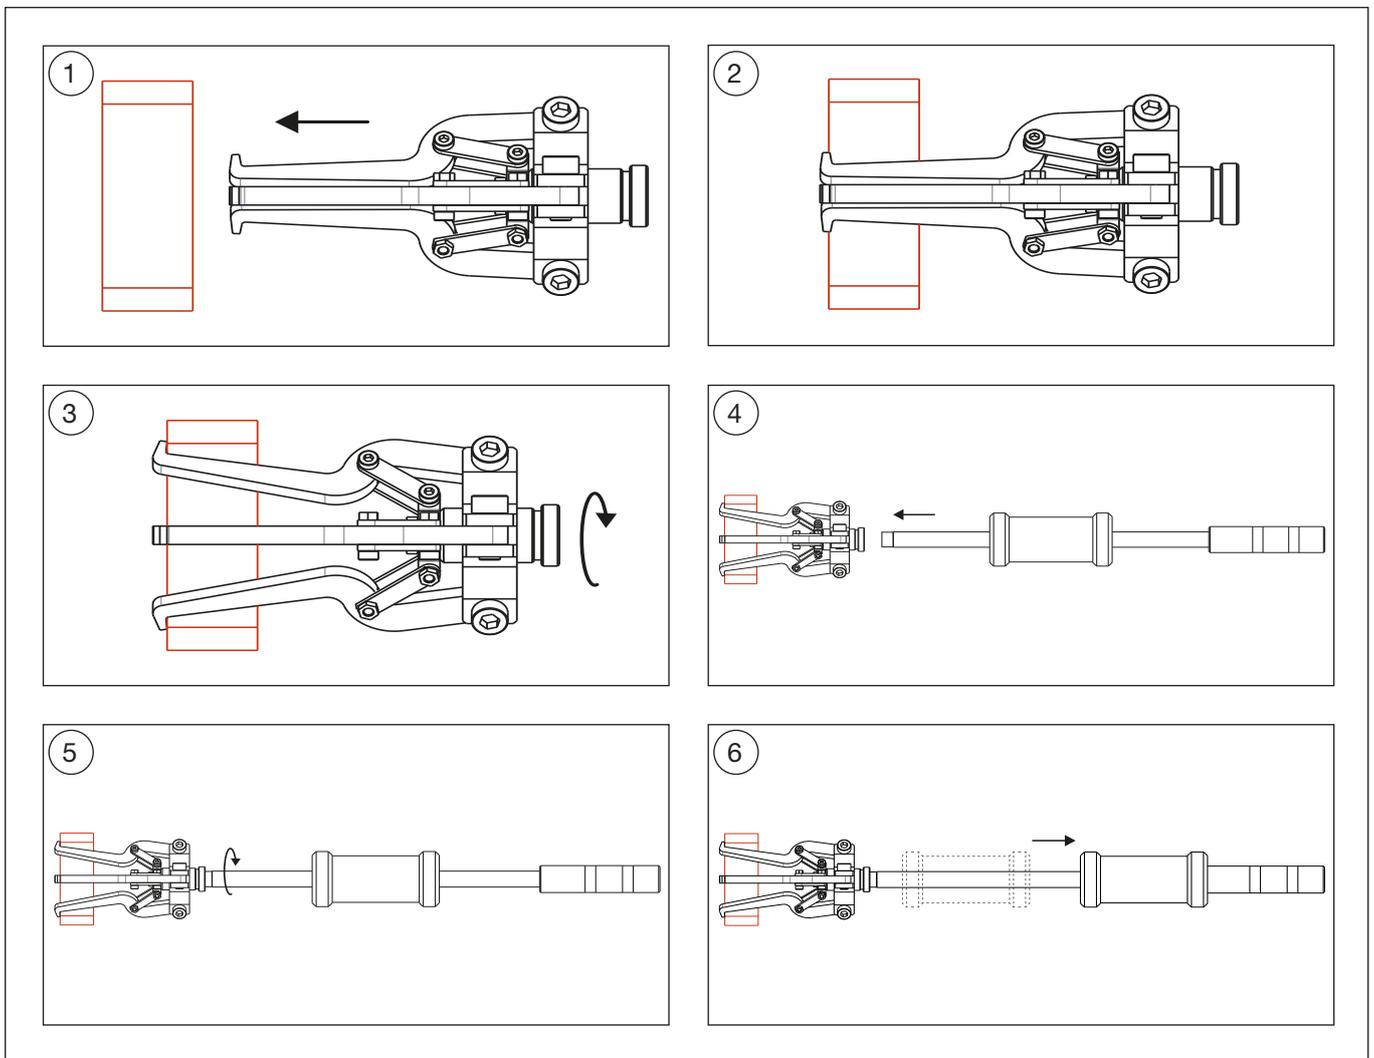

Figure 5 : Étapes de mise en œuvre de l'extracteur. Extraction d'une pièce interne.
1. Placer l'extracteur à l'intérieur de la pièce de travail. Se reporter à la Figure 5, illustrations 1 à 6, pour les étapes suivantes.
4. Suivre les étape 4, 5 et 6 de la section *Marche à suivre pour les pièces internes* afin d'extraire la pièce externe (voir la Figure 5).